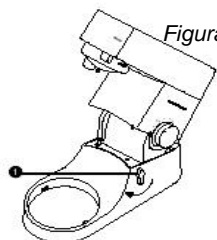

Figura 1
- 1) Ruotare la leva di sollevamento della testa in senso orario per sollevare la testa (E). Sollevare la testa dello sbattitore finché non si blocca nella posizione corretta. *Vedi figura 1.*